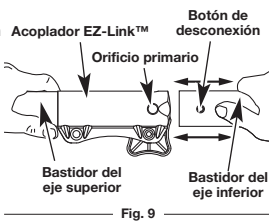

Fig. 9
- Mientras sostiene el bastidor del eje superior con firmeza, tire del accesorio de corte o accesorio en línea recta fuera del acoplador EZ-Link™ (Fig. 9).
- Mientras sostiene el accesorio con firmeza, empújelo en línea recta en el acoplador EZ-Link™ (Fig. 9).